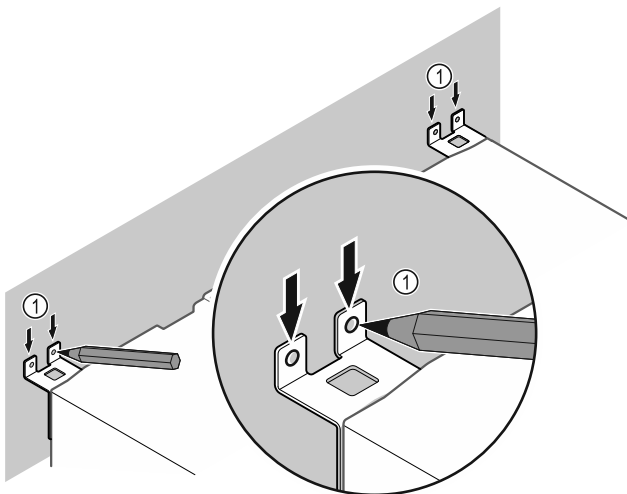

Fig. 53
- ▶ Markierungen an der Wand setzen Fig. 53 (1).